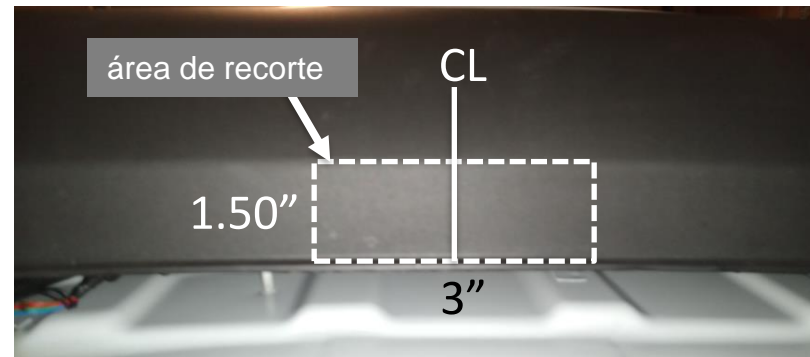

Figura 2
9. Recortar la fascia: Ubicar el centro de la fascia. Con una cinta de medir, marcador y amoladora, recortar una muesca de 1.50" x 3" en la parte inferior de la fascia. **Ver la Figura 2.** **Nota:** Verificar que el área esté libre de todo el cableado eléctrico antes de recortar.